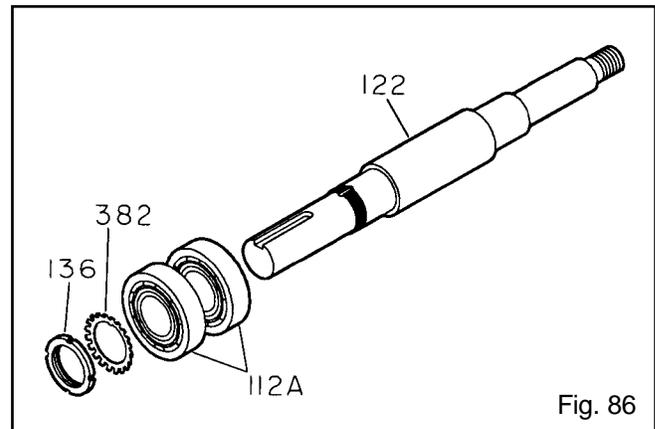

Fig. 86
10. Quite la contratruera del cojinete (136) y la arandela de seguridad del cojinete (382) (Fig. 86).